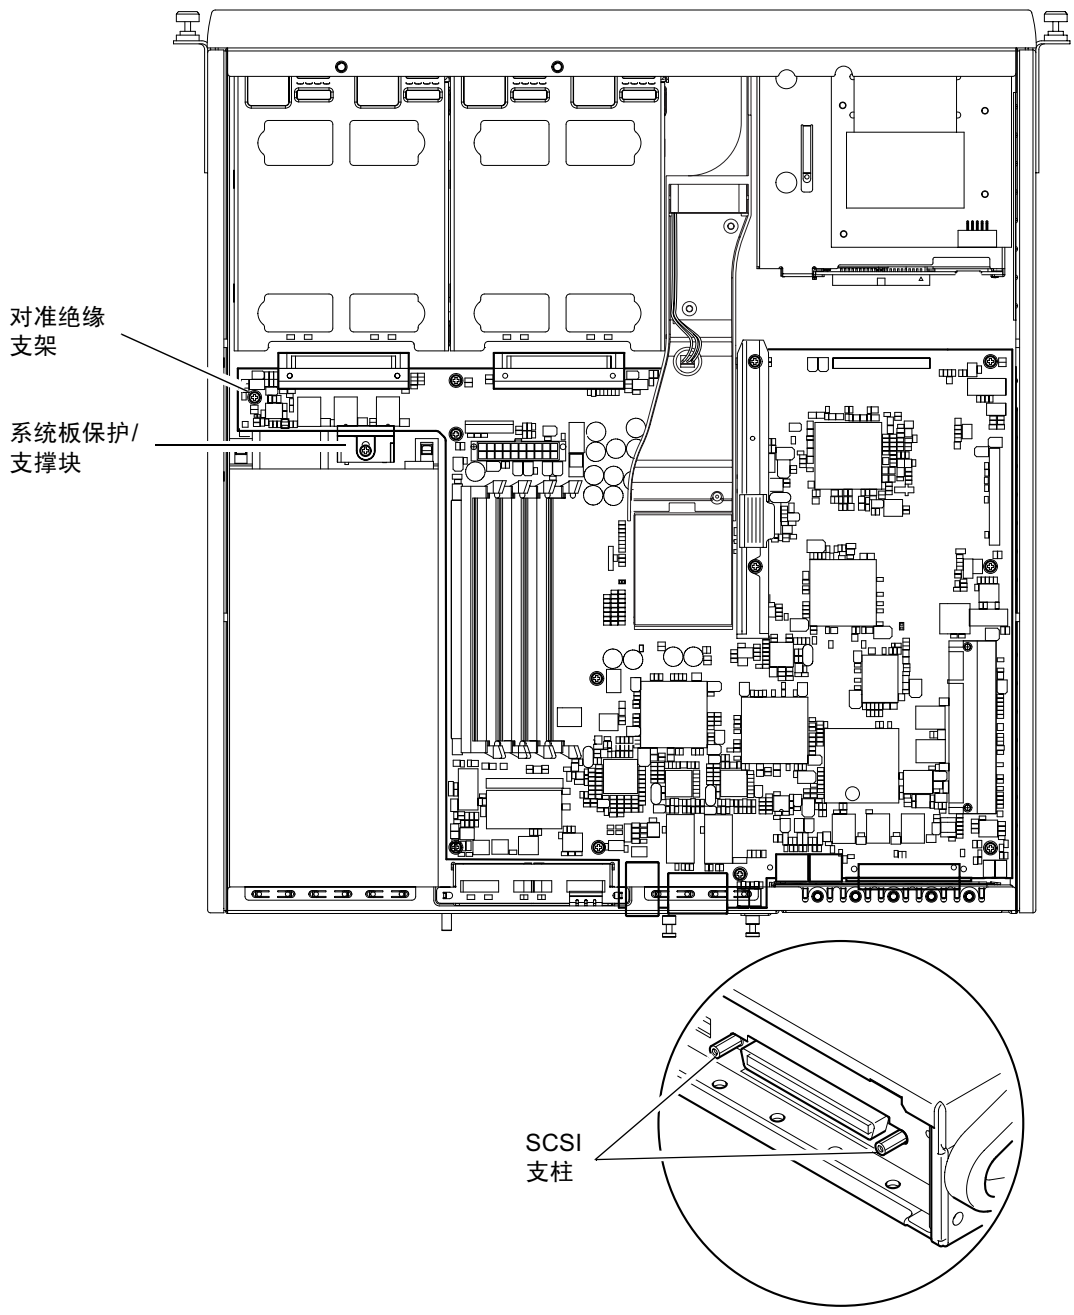

图 11-7 系统板
10. 拧松系统板保护/支撑块（介于 PSU 和硬盘驱动器仓 1 之间），并将其滑回直到 PSU 为止（请参见图 11-7）。
11. 拧松并取下 PCI 卡滑动固定器（请参见图 11-7）。
12. 拧松所有系统板固定螺钉（请参见图 11-7）。
13. 拧松背板上的 SCSI 支柱（请参见图 11-7）。
3. 现在将系统板定位在介于 PSU 风扇和硬盘驱动器仓 1 之间的定位绝缘支座上（请参见图 11-7）。
4. 插入 SCSI 支柱（请参见图 11-7），并松散拧上其螺钉。
5. 松散拧上所有系统板螺钉（请参见图 11-7）。请勿将任何螺钉放入用于 PCI 卡滑动固定器的孔中。
12. 将系统板保护/支撑块向前滑动，直到其与系统板接合上（请参见图 11-7）。